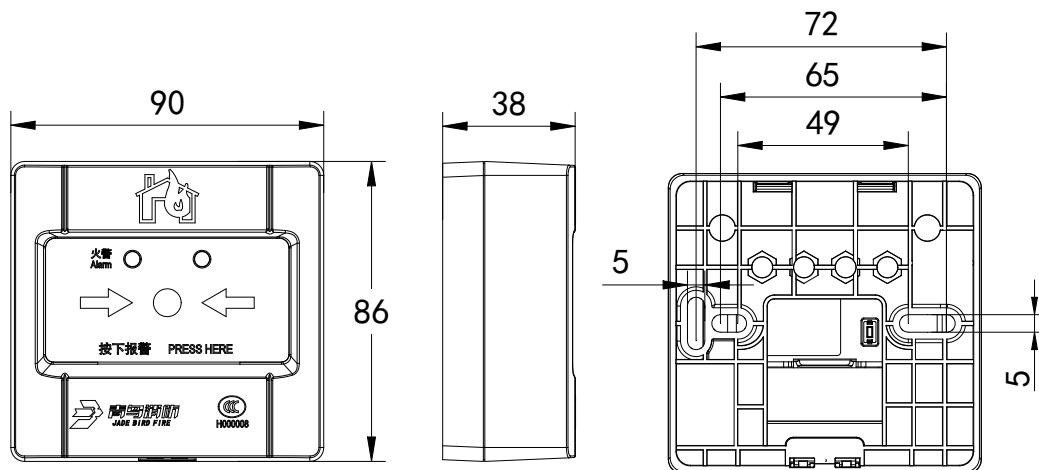

图 1 外形及安装尺寸图
- 布线施工后, 通过预埋盒或使用膨胀螺栓将底座固定在墙上 (使用 M4 螺钉), 安装孔距为 60mm (兼容 50mm 安装孔距), 外形及安装尺寸如图 1 所示。